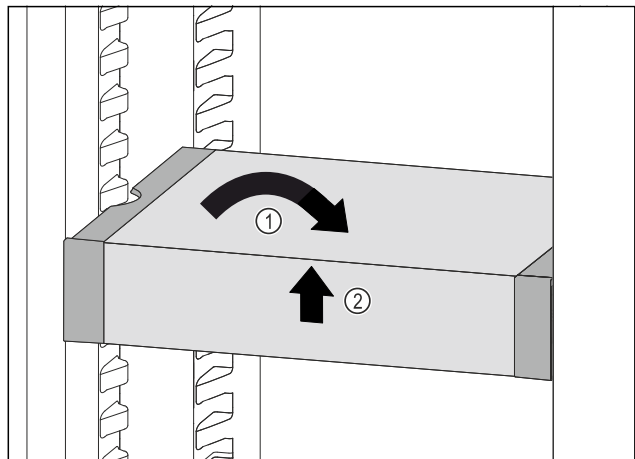

Fig. 76
- Collocare VarioSafe in maniera dritta. Fig. 76 (1)
- Sollevare VarioSafe dal lato anteriore. Fig. 76 (2)